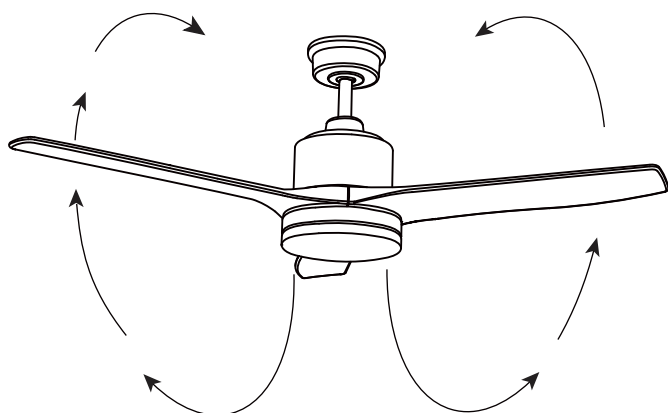

Figure 17
* Temps chaud - (Avant) L'air souffle vers le bas comme indiqué sur la Figure 17 produit un effet de refroidissement. Cela vous permet de régler votre climatiseur à une température plus élevée sans affecter votre confort.